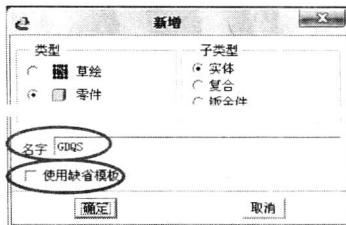

图 1-2 “新增”对话框
**STEP 3** 单击工具条“创建新对象”按钮或选择下拉菜单“文件(F)” | “新建(N)”命令，出现“新增”对话框，如图 1-2 所示。